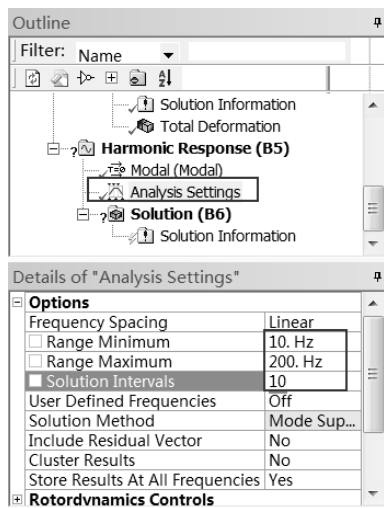

图 7-8 频率设定
Step3 : 如图 7-8 所示, 在 Outline (分析树) 中的 Harmonic Response (B5) Analysis Settings 选项上单击, 在下面出现的 Details of “Analysis Settings” 选项的 Options 中做如下更改。